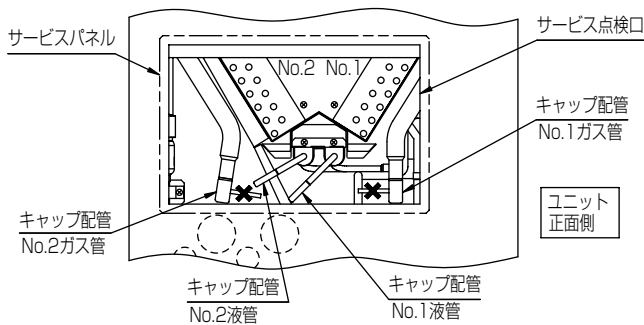

図5 (ユニット左側面より見る)
- (4) 図5に示すガス管キャップ配管のチャージ管(×印部)を切断し、配管内に封入されている窒素ガスを抜いてください。
- (5) 図5に示すガス管接続部および液管接続部のキャップ配管を取外してください。